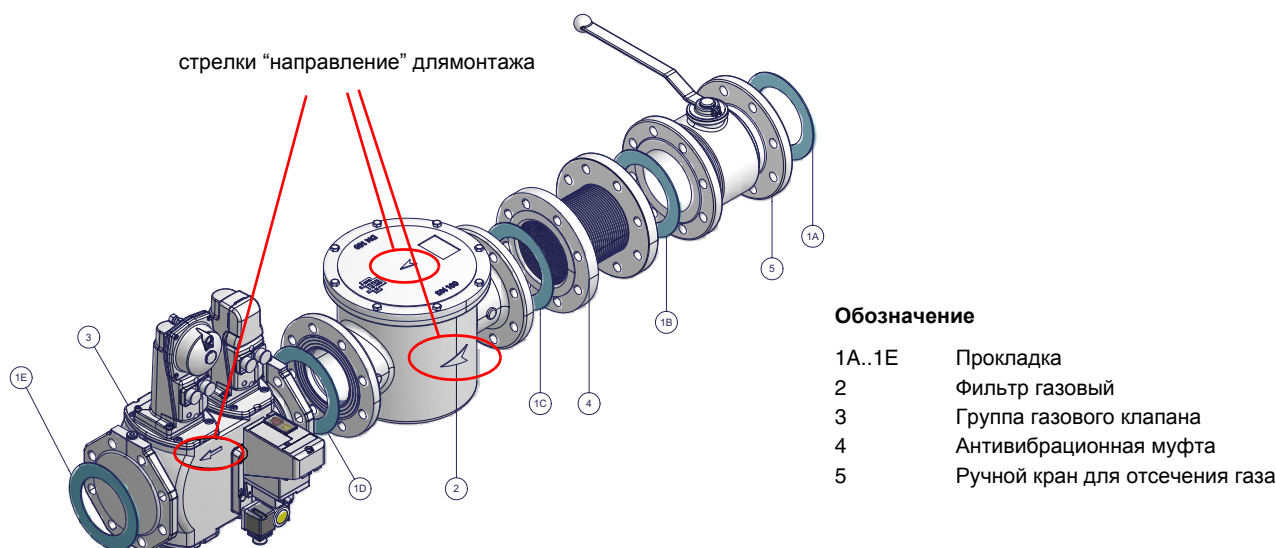

Рис. 6 - Пример газовой рампы
- 1 - б) при фланцевых соединениях: между соседними компонентами устанавливать прокладку (1A..1E - Рис. 6), совместимую с используемым газом,
ВНИМАНИЕ: после монтажа газовой рампы согласно схеме на Рис. 6, необходимо провести тестирование на герметичность газового контура, согласно требований действующих нормативов.
⚠ ВНИМАНИЕ: после монтажа газовой рампы согласно схеме на Рис. 6, необходимо провести тестирование на герметичность газового контура, согласно требований действующих нормативов.